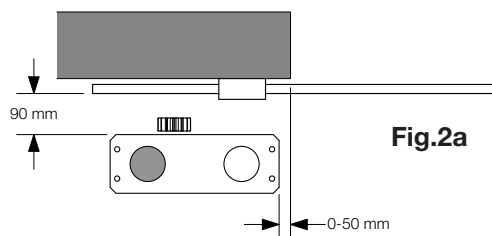

Fig.2a
- Fig.2a instalación con motor a la izquierda